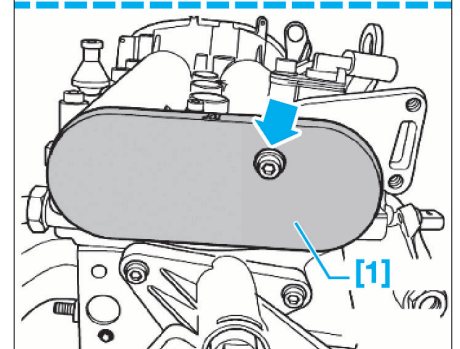

FIG. 59
- [1]. Outil de blocage des arbres à cames (ref. T10171) (Fig.59).
- Tourner les arbres à cames jusqu'à pouvoir engager l'outil [1] (l'inscription "TOP" doit être dirigée vers le haut) jusqu'en butée dans les ouvertures des arbres à cames (Fig.59).